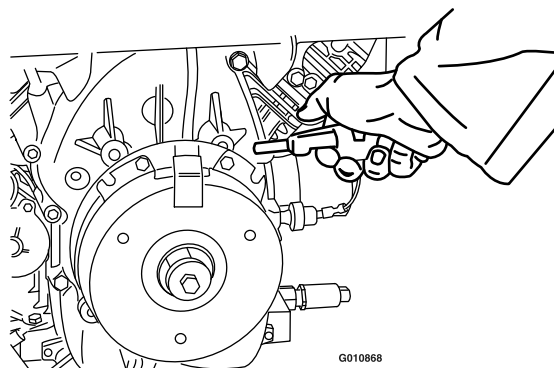

Figure 65
2. Soufflez de l'air comprimé sous le pôle et autour des entretoises du frein pour éliminer tout débris (Figure 65).